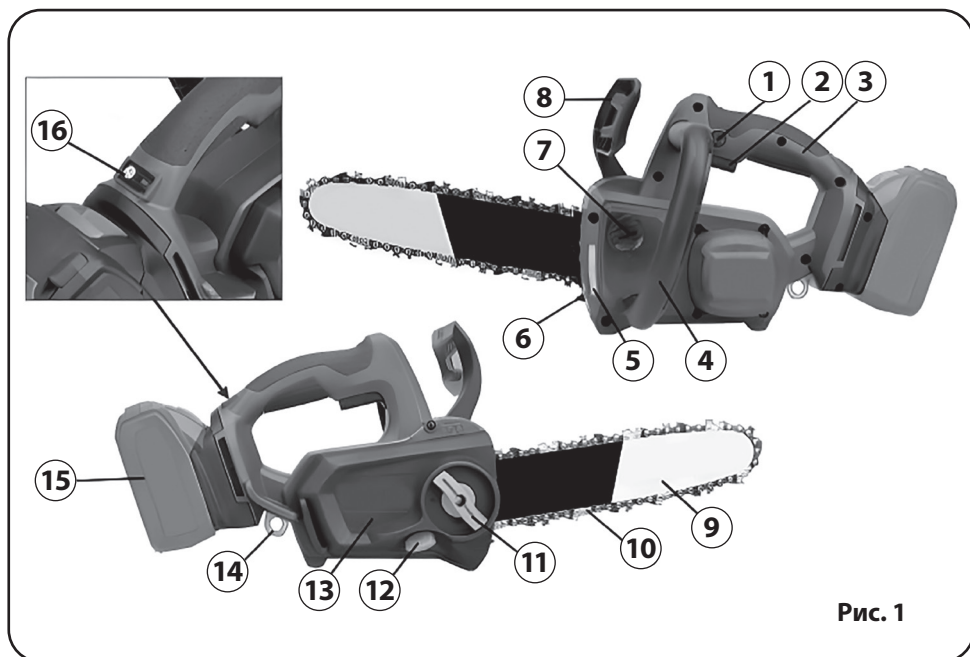
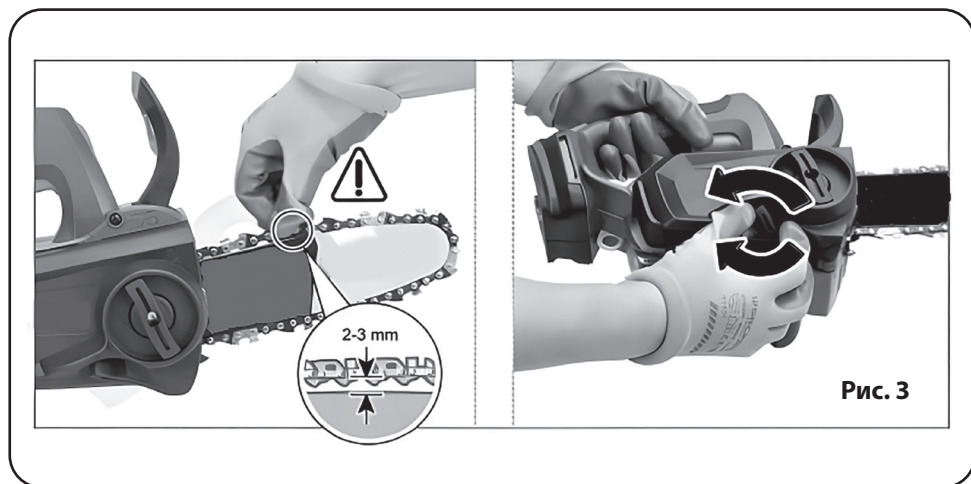

Рис. 1
Рис. 3
- Виріб складається з електродвигуна, який передає крутний момент через редуктор на приводну зірочку, яка протягує ланцюг по напрямній шині. Виріб оснащений системою змащення ланцюга. Пиляльна гарнітура консольного типу складається з пиляльного ланцюга (10, рисунок 1) і напрямної шини (9, рисунок 1).
- Для найбільш безпечного користування виріб оснащений інерційним гальмом пиляльного ланцюга, яке передбачене для захисту користувача від травм при віддачі (відкиданні) виробу в результаті неухважної роботи. Пиляльний ланцюг при спрацьовуванні гальма зупиняється протягом часток секунди. Гальмо ланцюга при віддачі може вмикатися як вручну, через переведення лівою рукою важелю щитка (8, рисунок 1) у бік пиляльної гарнітури, так і автоматично - під дією сили інерції самого важеля.
- Виріб має конструктивну можливість зручного і безпечного ручного натягу ланцюга без застосування інструментів. Натяг забезпечується обертанням рукоятки натягувача (12, рисунок 1).
- У виріб вбудована захисна система активації/деактивації електричного живлення для уникнення ненавмисного запуску. Перед початком роботи необхідно спочатку активувати електричне живлення виробу, натиснувши і утримуючи кнопку (16, рисунок 1) протягом приблизно двох секунд поки не почне світитись світлодіод, розташований поруч. Це означає, що живлення ввімкнене і виріб готовий до запуску.
- Конструкцією передбачене місце для кріплення ременя (14, рисунок 1), що додає зручності при утримуванні виробу наприклад під час підйому/спуску драбиною, звільняючи обидві руки.
- Відкрутіть фіксатор захисної кришки приводної зірочки (11, рисунок 1) та зніміть захисну кришку (13, рисунок 1) вузла приводної зірочки (дія 1 та 2 відповідно, рисунок 2).
- Надягніть пиляльний ланцюг (10, рисунок 1) на шину (9, рисунок 1), звернувши увагу на напрямок обертання ланцюга (різальні кромки зубців повинні дивитися в напрямку обертання).
- Встановіть захисну кришку приводної зірочки (13, рисунок 1) і закрутіть фіксатор захисної кришки (11, рисунок 1).
### 4.2 Регулювання (натягування) ланцюга (див. рис. 3)
Перед початком роботи необхідно перевірити натяг пиляльного ланцюга (10, рисунок 1) і впевнитися у правильності його встановлен-
ня. Для цього перевірте зазор, відтягнувши ланцюг від краю напрямної шини (9, рисунок 1) у її середній частині, та впевніться, що він складає приблизно 2-3 мм (дивіться рисунок 3). У разі необхідності відрегулюйте натяг ланцюга. Для цього:
- переведіть важіль захисного щитка (8, рисунок 1) у бік пиляльної гарнітури (гальмо ланцюга активоване);
- обертайте рукоятку натягувача ланцюга (12, рисунок 1) за годинниковою стрілкою для натягування, або проти годинникової стрілки для ослаблення натягу ланцюга (дивіться рисунок 3);
- Заповнення баку мастилом потрібно проводити при від'єднаній акумуляторній батареї (15, рисунок 1) для уникнення випадкового запуску двигуна.
- Добре очистьте поверхню навколо кришки масляного бака (7, рисунок 1), щоб бруд не потрапив усередину.
- Відкрутіть гвинтову кришку (7, рисунок 1) й покладіть її убік так щоб не загубити герметизуючу прокладку. Залийте в бак мастило (дивіться рисунок 4), контролюючи рівень через напівпрозоре вікно (5, рисунок 1). Об'єм мастила повинен перевищувати 2/3 загального об'єму бака. Щільно закрутіть кришку бака.
- ставте акумуляторну батарею (15, рисунок 1) по напрямним у відповідне місце задньої частини основної рукоятки (3, рисунок 1) до характерного «клацання».
- гальмо ланцюга не активовано (ланцюг рухається), коли важіль захисного щитка (8, рисунок 1) пересунутий у бік основної рукоятки (3, рисунок 1). Це нормальне положення при роботі.
- натиснути і утримувати кнопку (16, рисунок 1) протягом приблизно двох секунд для активації електричного живлення виробу (дія 1, рисунок 6). Світлодіод індикації робочого стану, розташований поруч, почне світитись. Це означає, що живлення активоване;
- відпустити гальмо ланцюга, пересунувши важіль захисного щитка (8, рисунок 1) у бік основної рукоятки (3, рисунок 1) (дивіться дію 2, рисунок 6);
- для запуску виробу необхідно, утримуючи кнопку блокування (1, рисунок 1), натиснути і тримати пускову клавішу (2, рисунок 1) (дивіться дію 3 та 4 відповідно, рисунок 6). Після того, як двигун запрацює, кнопку блокування можна відпустити.
Для вимкнення виробу необхідно відпустити пускову клавішу (2, рисунок 1), а для повного вимкнення живлення - натиснути на кнопку деактивації електричного живлення (16, рисунок 1) протягом 2-3 секунд до тих пір, поки світлодіод поруч з кнопкою не погасне.
- активуйте гальмо ланцюга, пересунувши важіль захисного щитка (8, рисунок 1) у бік пиляльної гарнітури;
- вимкніть живлення виробу, натиснувши кнопку деактивації електричного живлення (16, рисунок 1);
- від'єднайте акумуляторну батарею (15, рисунок 1);